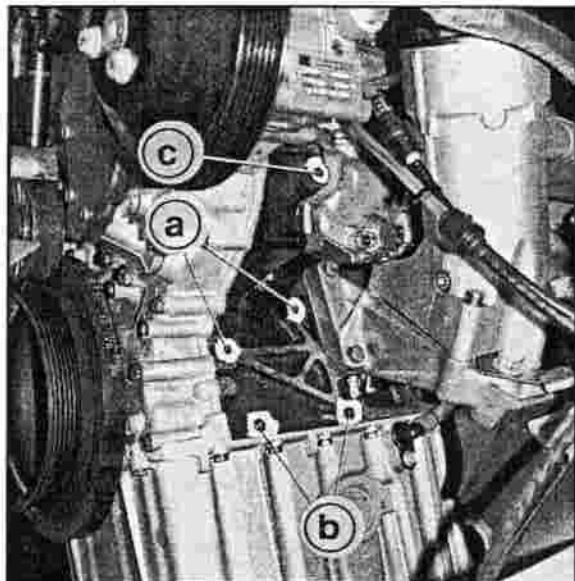

FIG. 4
Sui veicoli in esame si possono presentare due diverse soluzioni di fissaggio in corrispondenza del punto «c» visibile nelle figure 4 e 4.1 che seguono. A seconda del caso incontrato utilizzare il tirante appropriato come indicato in fig. 8.
There are two different securing possibilities at point «c» shown in the figure 4 and 4.1. Depending on the kind of fixing, use the appropriate tie-rod as indicated in fig. 8.
Sur les véhicules en question on peut rencontrer deux solutions différentes de fixation au point «c» indiquée aux figures 4 et 4.1. Utiliser, selon le cas, le tirant approprié comme indiqué fig. 8.
Bei den vorliegenden Fahrzeugen ist es möglich, daß zwei verschiedene Befestigungsmöglichkeiten Punkt «c» - siehe Abb. 4 und 4.1 bestehen. Je nach vorgefundener Situation die angemessene Zugstange - siehe Abb. 8-verwenden.
- I** Fissare la piastra «45» al blocco motore (vedi punti «a-b» di fig. 4) mediante viti e rondelle fornite M8.
- F** Fixer la plaque «45» au bloc moteur (voir les points «a-b» de la fig. 4), en utilisant les vis et les rondelles fournies M8.
- GB** Secure plate «45» to the engine block (see points «a-b» in Fig. 4). Secure with the M8 screws and washers provided.
- D** Träger «45» an Motorblock (siehe Punkte «a-b» der Abb. 4) mit gelieferten Schrauben und U-Scheiben M8 befestigen.
- E** Fijar la placa «45» al bloque motor (véanse puntos «a-b» de fig. 4) mediante tornillos y arandelas abastecidas M8.
- I** Fissare il tirante «46» o «46.1» al blocco motore (punto «c» di fig. 4 o 4.1) ed al compressore, come visibile in figura, utilizzando bulloneria M8 e M10 fornita.
- F** Fixer le tirant «46» ou «46.1» au bloc motor (point «c» de la fig. 4 ou 4.1) et au compresseur, comme visible sur la figure, en utilisant la boulonerie M8 et M10 fournie.
- GB** Secure the tie-rod «46» or «46.1» to the engine block (point «c» in Fig. 4 or 4.1) as well as to the compressor as indicated in the figure. Use the M8 and M10 nuts and bolts provided.
- D** Stütze «46» oder «46.1» an Motorblock (Punkt «c» der Abb. 4 oder 4.1) und an Kompressor, wie in der Abbildung gezeigt mit geliefertem Schraubensatz M8 und M10 befestigen.
- E** Fijar el tirante «46» o «46.1» al bloque motor (punto «c» de fig. 4 o 4.1) y al compresor, como se ve en la figura, utilizando tornillería M8 y M10 abastecida.